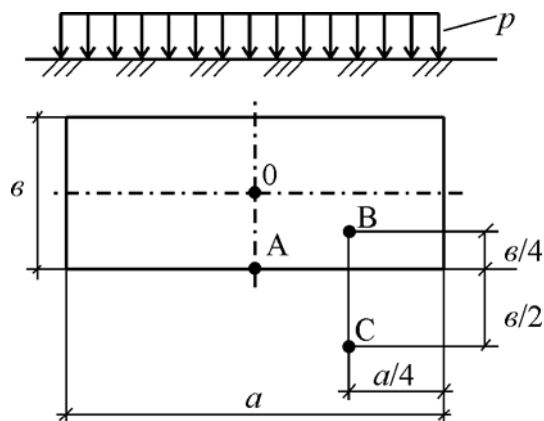

Рис.3
3. Определить величину равномерно распределенного по прямоугольной площадке давления  $p$ , если в одной из точек (О, А, В или С), лежащих на глубине  $z$  от поверхности грунта, величина сжимающего напряжения равна  $\sigma_z$  (рис. 3).